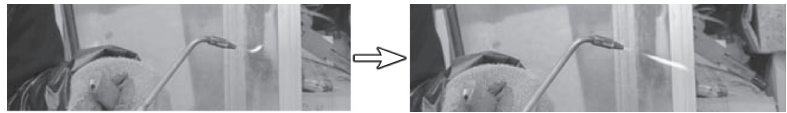

图 4-23 调节焊枪
- 2) 将焊枪点燃，并调节至能用的火焰，如图 4-23 所示。